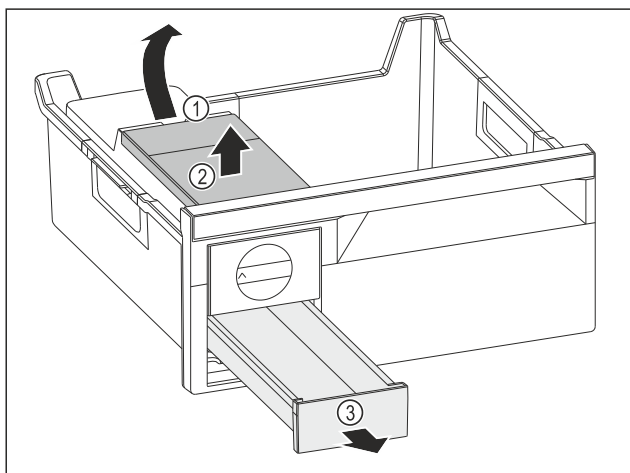

Fig. 176
- Retirer le réservoir d'eau : Soulever le réservoir d'eau hors de l'évidement Fig. 176 (1).
- Retirer le réservoir d'eau Fig. 176 (2) vers le haut.
- Retirer le compartiment à glaçons Fig. 176 (3) vers l'avant.